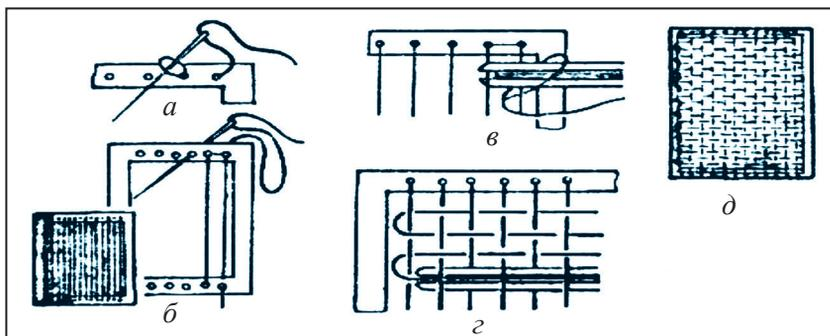

Рис.21. Практическое выполнение полотняного переплетения из картона и нитей.
1. Вдев нить в иглу, крепят ее к рамке (рис.21 *а*).
2. В рамке нить натягивают по длине путём поворачивания. Это будет долевая нить (рис.21 *б*).
3. Нить другого цвета наматывают в два слоя на ткацкий челнок и проводят между долевыми нитями (над одной сверху, под второй снизу). Это будут поперечные нити (рис.21 *в*).
4. В конце работы, не обрывая нити, последнюю нить, повернув, подворачивают обратно. По бокам с двух сторон образуются кромки (рис.21 *г*).
5. Приготовленный образец с рамкой наклеивают в альбом (рис.21 *д*).